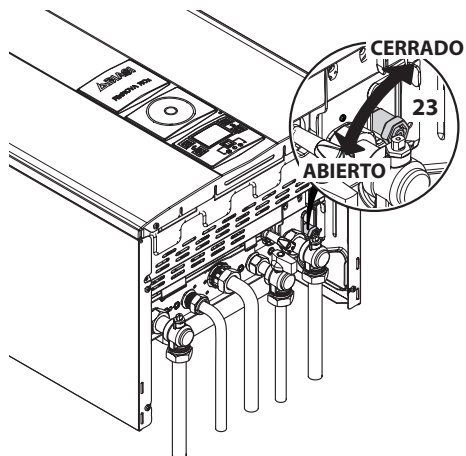

Figura 9.4
- Afloje la llave de vaciado de la caldera 23 indicada en la Figura 9.4.